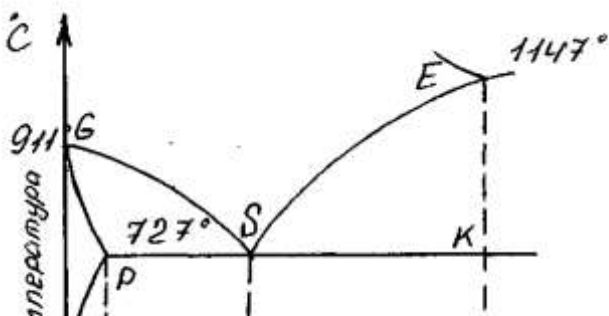

Рис. 4.8. Диаграмма состояния железо-цементит
4.3. Начертить нижнюю левую часть диаграммы (Рис. 4.8.) состояния железо-цементит, провести на них линии, соответствующие рассматриваемым сплавам и дать описание процессов превращений происходящих при охлаждении сплавов.